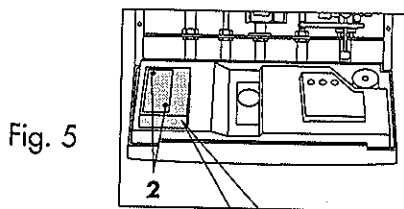

Fig. 5
Per accedere ai componenti elettrici, svitare le viti (3) del pannello di chiusura B (fig. 5).